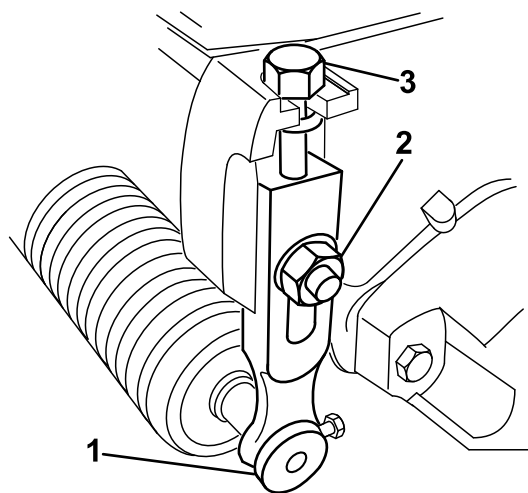

Figura 14
1. Allentate i dadi di bloccaggio che fissano i bracci dell'altezza di taglio sulle piastre laterali dell'apparato di taglio (Figura 14).